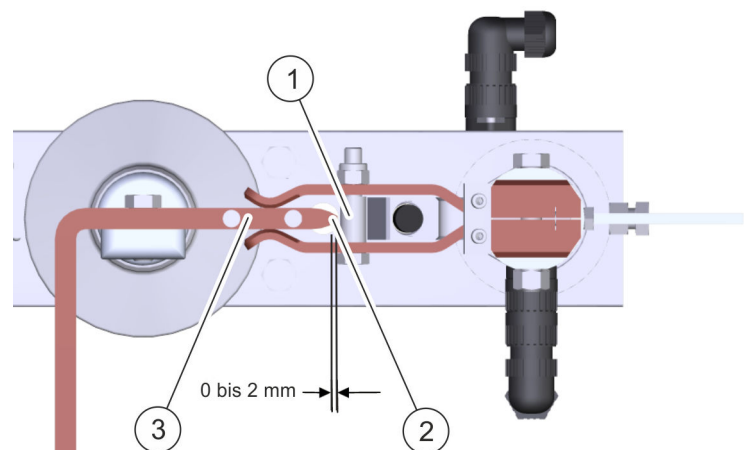

Abb. 6: Justieren der Schalterendlage
- ➔ Am geschlossenen Kontakt den Abstand zwischen Kontaktmesser (Abb. 6/3) und den Röhrcchen der Kontaktfederung (Abb. 6/1) prüfen. Der Abstand zwischen den beiden Komponenten beträgt idealerweise zwischen 0 mm und 2 mm (Abb. 6/2).
Um eine robustere Funktion zu gewährleisten, ist es zulässig, den Kontaktmesser (Abb. 6/3) bis zum Anschlag an die Röhrrchen der Kontaktfederung (Abb. 6/1) einzufahren.